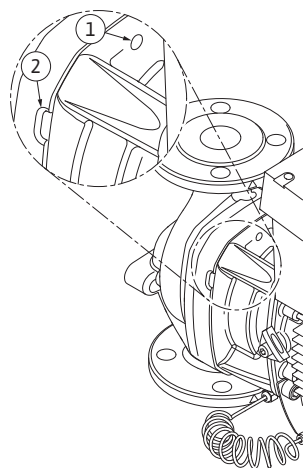

Fig. 53: Menetes furatok és rések a behelyezheté készlet szivattyúházáról történé lenyomásához
13. Nyomja le a behelyezheté készletet (lásd: Fig. 13) a szivattyúháza. Ehhez két menetes furat (Fig. 53, 1. poz.) használata javasolt, elsősorban a rögzítés meglazításához. A rögzítés meglazításához csavarja be a csavarokat a menetes furatokba. Ha a behelyezheté készlet könnyen elmozdítható, a lenyomáshoz további rések (Fig. 53, 2. poz.) használhatók a szivattyúháza és a közdarab között (ehhez pl. helyezzen be két csavarhúzót és használja őket emelőkarként). Kb. 15 mm után a behelyezheté készlet vezetése már nem a szivattyúháza történik.